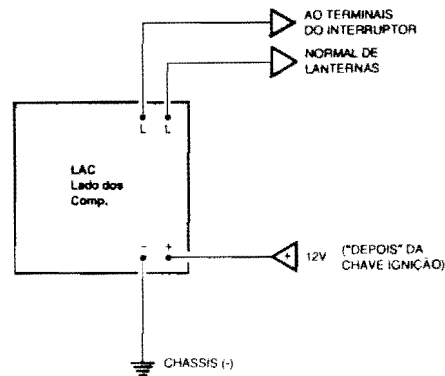

Fig.5
- **FIG. 5 - CONEXÕES EXTERNAS À PLACA** - Simples e poucas, as ligações externas restringem-se à alimentação (ponto "+" aos 12 VCC positivos, e ponto "-" ao negativo ou "chassis" do carro...) e à conexão dos pontos "L-L" ao terminais efetivos do próprio interruptor que originalmente controla as lanternas do veículo... Já foi mencionado, mas vale dizer de novo: os contatos de Saída do relé (pontos "L-L") são totalmente **independentes** de todo o restante do circuito e da sua alimentação, e assim podem ser usados "sem medo", em **qualquer** configuração de acoplamento ao original interruptor das lanternas, não importando se este tem um de seus "lados" normalmente "aterrado" ou "positivado", ou se ocorre a posterior intervenção de um relé original do veículo, etc. Basta, eletricamente, **identificar** os pontos de ligação, e neles conectar os terminais "L-L", através de cabos isolados no conveniente calibre...